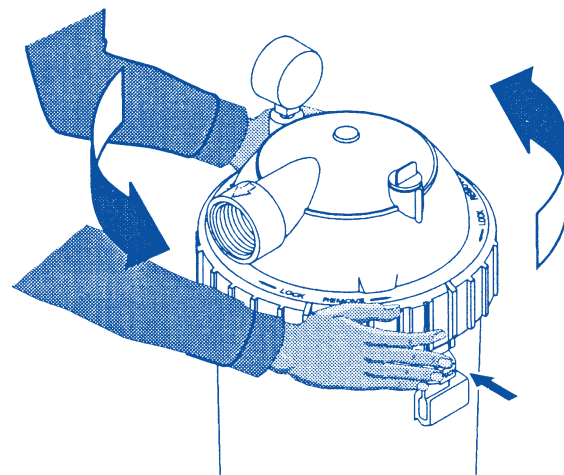

Figure 3
a) Poussez le loquet de sécurité contre la cuve du filtre, voir figure 3.